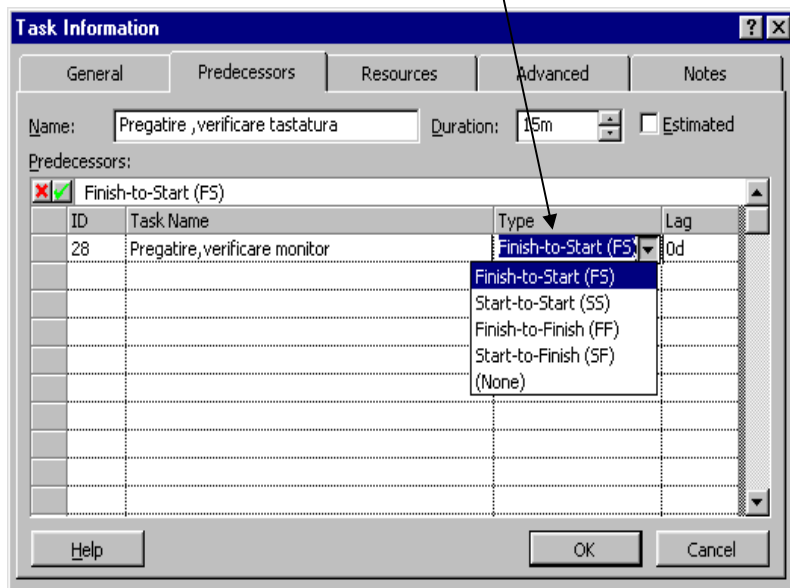

Fig.3.1 Caseta de dialog “Task Information”, având selectat tab-ul Predecessors
3. Se selectează tabul **Predecessors** și se verifică relațiile activității din coloana **Type**. (Fig.3.1)